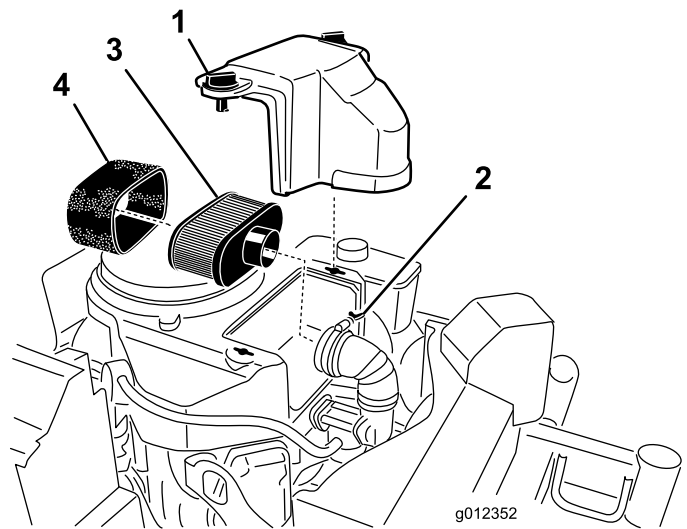

Figure 19
3. Nettoyez la surface autour du filtre à air pour éviter que des impuretés n'endommagent le moteur en tombant à l'intérieur (Figure 19).
4. Dévissez les boutons du couvercle et déposez le couvercle du filtre à air (Figure 19).
5. Dévissez le collier et déposez l'ensemble filtre à air (Figure 19).
6. Sortez délicatement l'élément en mousse de l'élément en papier (Figure 19).
1. Ne nettoyez pas l'élément en papier; remplacez-le (Figure 19).
1. Glissez délicatement l'élément en mousse sur l'élément en papier (Figure 19).
2. Posez l'ensemble filtre à air sur sa base et fixez-le en place avec les 2 écrous à oreilles (Figure 19).
3. Mettez le couvercle du filtre en place et serrez le bouton (Figure 19).